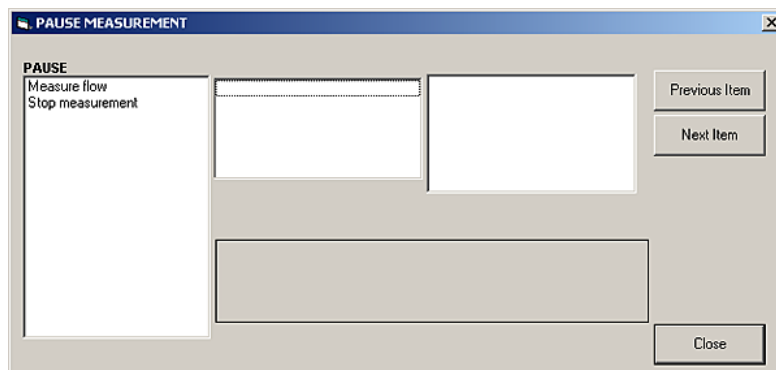

Figura 22: Ventana de medición de la pausa
2. Expanda la opción Editar funciones (Edit Functions) y haga doble clic en la entrada Pausar medición (Pause Measurement) para abrir una ventana similar a la de la figura 22 siguiente.